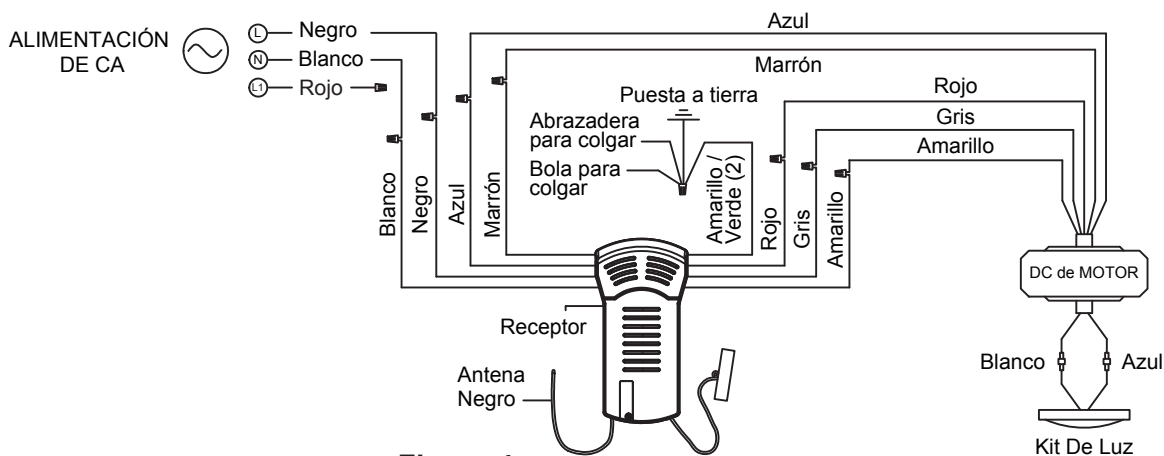

Figura 4
4. Levante cuidadosamente el ventilador y coloque el ensamble de la bola para colgar/varilla en la abrazadera para colgar que acaba de fijar a la caja de salida. Asegúrese de que la ranura de la bola esté alineada con la lengüeta de la abrazadera para colgar. (Figura 4)
5. Fije el cable de seguridad al cable de soporte para techo. Deslice la abrazadera de cables por el cable de seguridad (del ventilador). Pase el extremo del cable a través del aro que forma el cable de soporte para techo. Tire lo más posible del cable a través del aro. Inserte el extremo del cable en el orificio de la abrazadera y ajuste firmemente el tornillo. (Figura 4)
3. Realice las conexiones de cables al bloque del terminal como se muestra en la Figura 4.